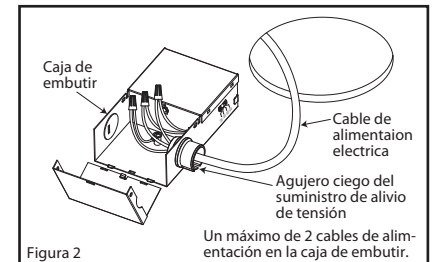

Figura 2
3. Lleve el alivio de tensión del cable de alimentación a la caja de embutir a través de los agujeros ciegos en el panel lateral. Usa los conectores para cables para conectar el cable blanco de alimentación eléctrica con el cable blanco de la caja de conexiones. Haga que coincida con el cable negro de la alimentación eléctrica se conecta con los conectores para cables con el cable negro de la caja de conexiones. Y haga que coincida el cable de cobre de la alimentación eléctrica con el cable verde de la caja de conexiones. (Figura 2)